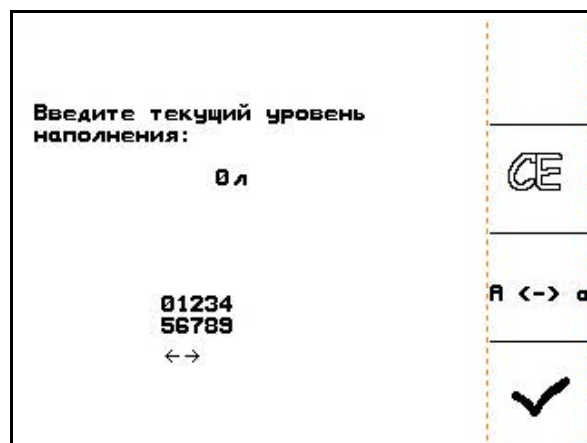

Рис. 67
1. Нажатием  вызовите меню "Наполнение" (Рис. 67).